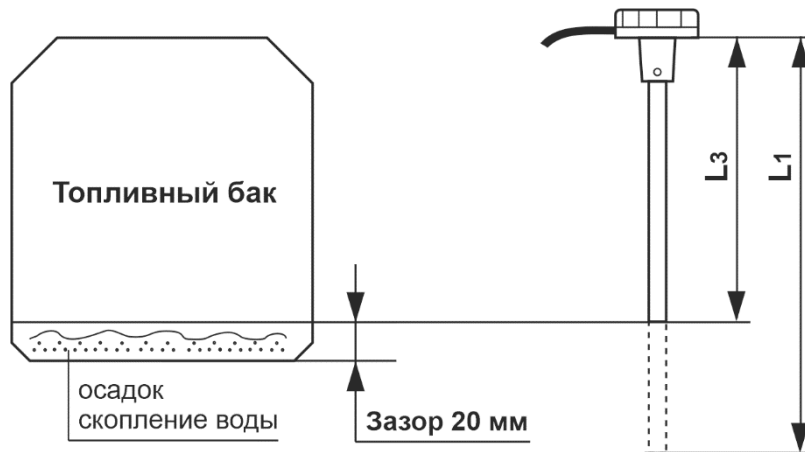

Рис. 7- Обрезка измерительной части изделия
- 3) Отрезать ножовкой длину **L3** изделия таким образом, чтобы линия среза была строго перпендикулярна продольной оси изделия (Рис.7).